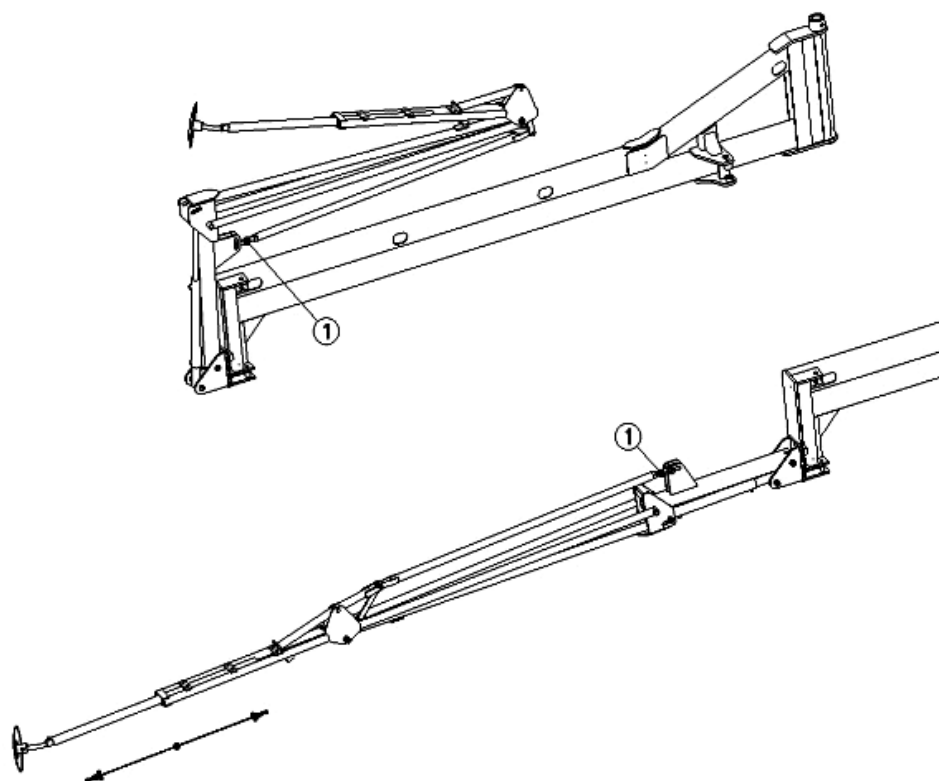

Рисунок 22.
Стойки маркеров – раскладывающиеся, для установки горизонтали в разложенном положении они регулируются при помощи регулировочного винта (1) (рис. 22).